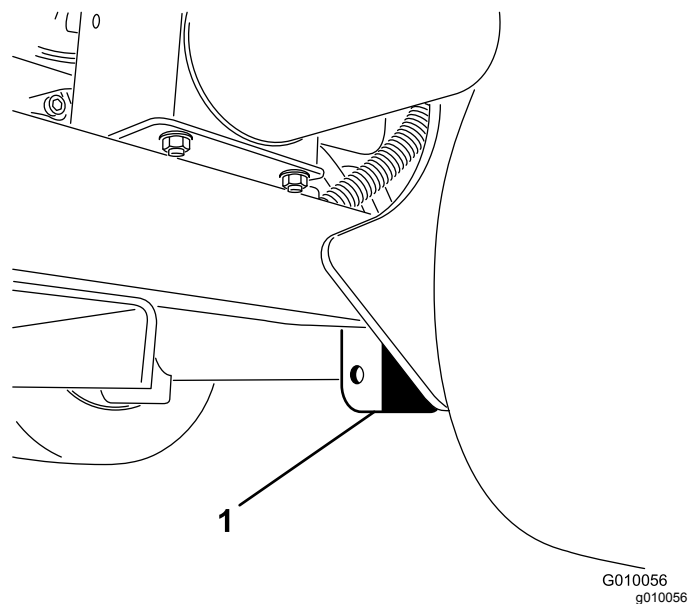

図 42
3. 後ホイールのすぐ内側にあるフレームプレートの下にジャッキを確実に置く **図 42**。